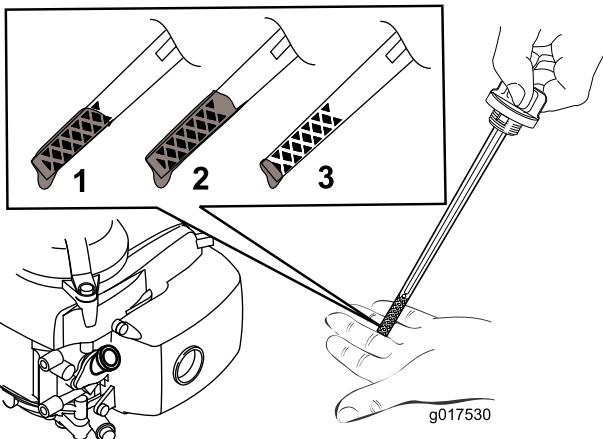

Рисунок 5
2. Извлеките масломерный шуп (Рисунок 5).
Примечание: Заливайте масло в картер двигателя до тех пор, пока масломерный щуп не покажет, что достигнут нужный уровень масла в двигателе, как показано на Рисунок 5. В случае перелива слейте некоторое количество масла из двигателя, как описано в разделе «Замена моторного масла».